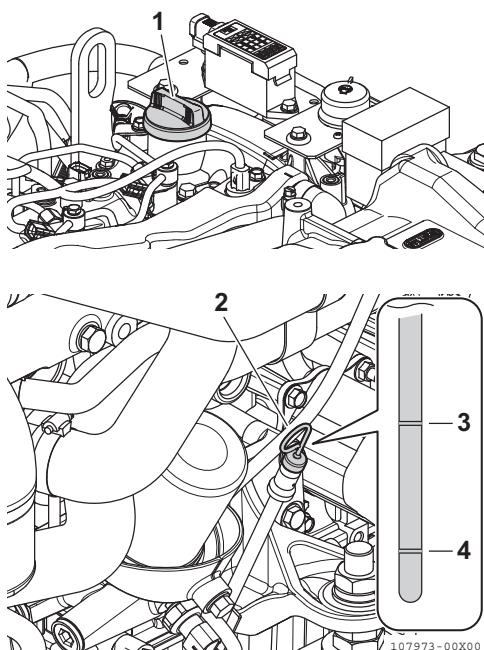

Figura 6
2. Rimuovere l'astina di livello dell'olio (**Figura 6, (2)**) e pulirla con un panno pulito.
4. Estrarre l'astina di controllo. Il livello dell'olio deve essere compreso tra la tacca superiore (**Figura 6, (3)**) e la tacca inferiore (**Figura 6, (4)**) dell'astina di livello.
1. Rimuovere il tappo del bocchettone di rifornimento dell'olio (**Figura 6, (1)**) e rabboccare con olio motore.
2. Riempire di olio fino al limite superiore (**Figura 6, (3)**) dell'asta di livello (**Figura 6, (2)**).